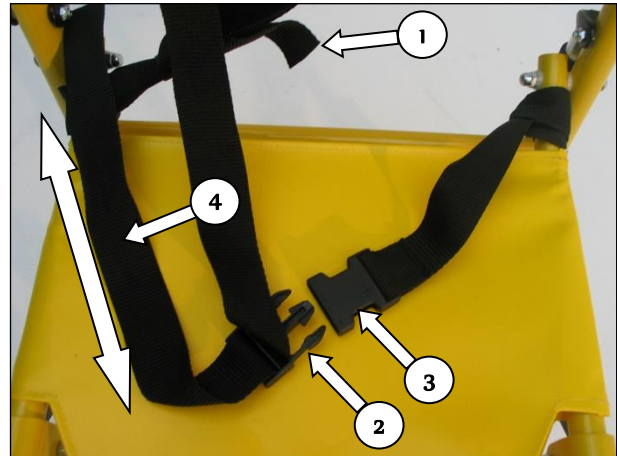

Abb. 5
Die Gurthälfte mit dem Steckteil wird dem Körperumfang des Patienten angepasst. Das Steckteil ② mit dem Schloss ③ der anderen Hälfte des Sicherheitsgurtes verbinden. Den Gurt ④ am Steckteil wieder zurückziehen. Den Verschluss kurz überprüfen und evtl. nochmals nachziehen (Abb. 5)